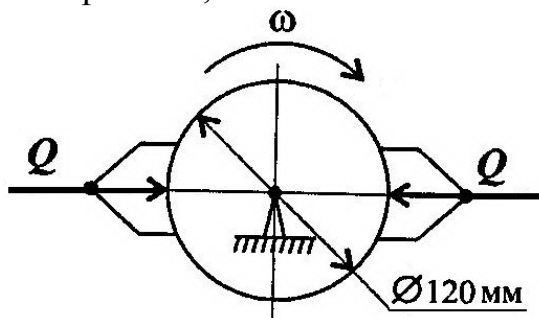

Рис.16.6
3. Колодочным тормозом останавливают барабан после отключения двигателя (рис. 16.6). Определите работу торможения за 3 оборота, если сила прижатия колодок к барабану 1 кН, коэффициент трения 0,3.